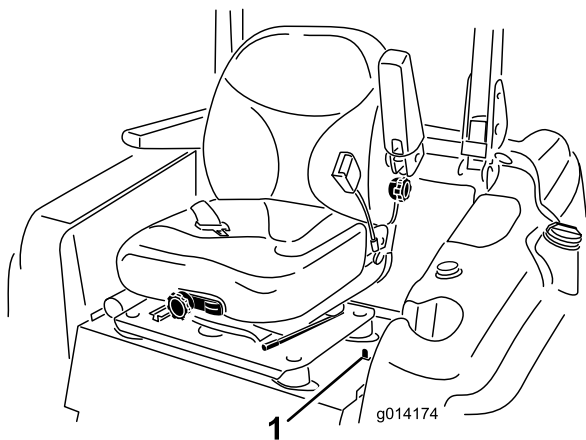

Figura 26
1. Mova o trinco do banco, localizado no lado esquerdo do banco, para trás para soltar o banco e empurre para a frente na parte superior do banco (Figura 26).